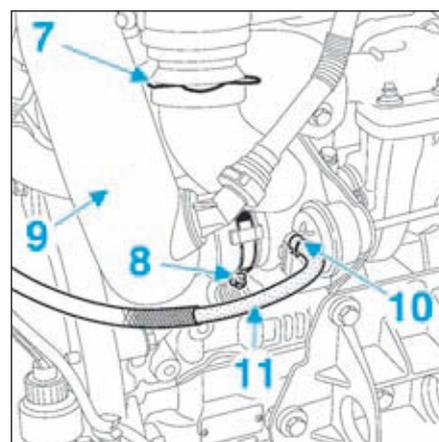
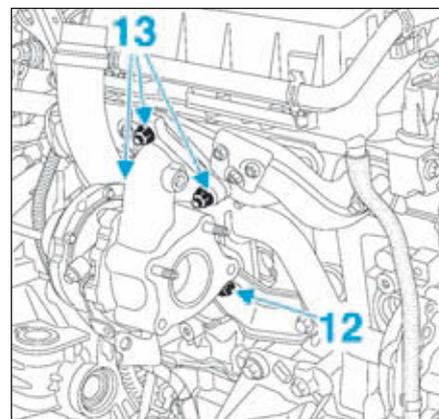

FIG.167
FIG.168
- Déposer l'agrafe (7) du tuyau d'air de sortie du turbocompresseur (Fig.167).
- Desserrer le collier (8), puis écarter le tuyau d'air (9) de sortie boîtier filtre à air.
- Desserrer le collier (10), puis écarter le tuyau (11) de la soupape de régulation du turbocompresseur.
- Déposer la vis (12) du support de compresseur (Fig.168).
- Déposer les écrous (13), puis déposer le turbo-compresseur.